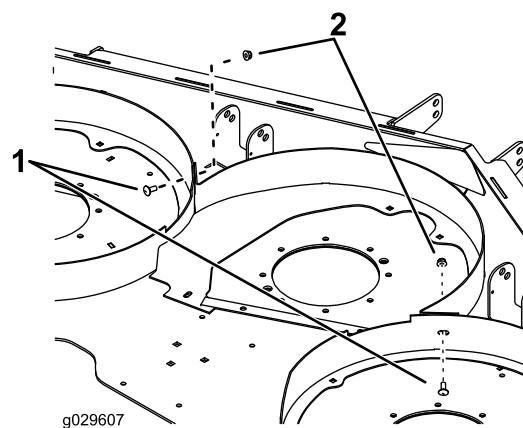

Figura 3
porcas (5/16 polegada), tal como ilustrado na Figura 3.
4. Monte as duas correias de suporte e o defletor aos dois ângulos traseiros. Utilize oito parafusos de carroçaria (5/16 pol. x 7/8 polegada) e oito porcas (5/16 polegada), tal como se ilustra na Figura 3.